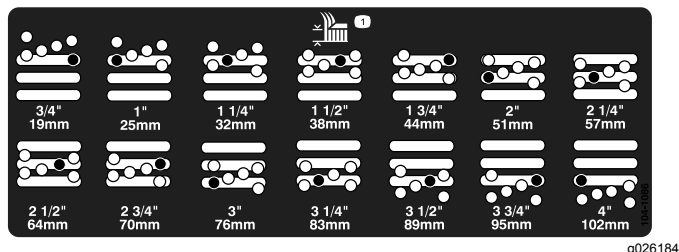

図 9
5. 希望の刈り高にチェンバを合わせ、その刈り高の穴とスロットにスペースを通す 図 9。